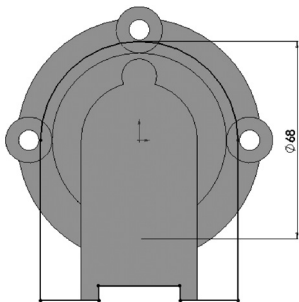

图 7-97 绘制凸台草图 5
2) 绘制凸台草图 5。利用草图工具绘制图 7-97 所示的凸台草图 5，然后单击“草图”控制面板中的 $\square$ （智能尺寸）按钮，或选择菜单栏中的“工具”→“标注尺寸”→“智能尺寸”命令，对草图进行尺寸标注，调整草图尺寸。